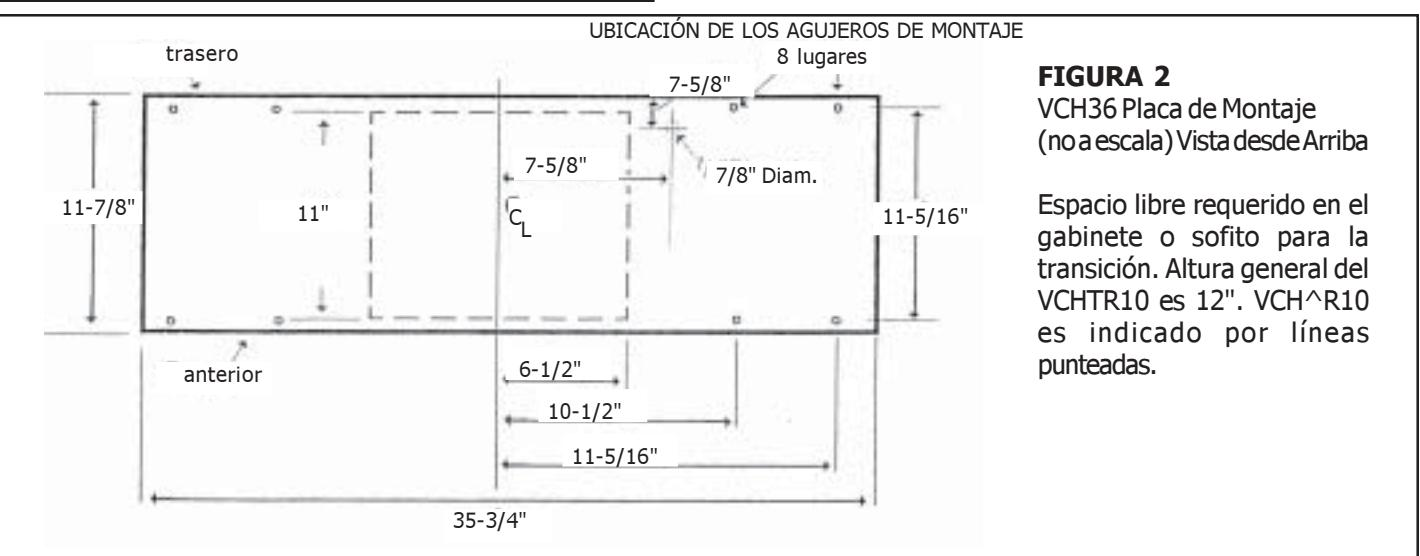

FIGURA 2
2. Prepare el gabinete o sofito taladrando agujeros para montar las cajas para filtro. La Figura 2 y la Figura 3 muestran la vista desde arriba del VCH36 y VCH54 respectivamente. Cada figura muestra la ubicación de los agujeros de montaje, el tamaño general de la placa de montaje de la caja para filtro y el espacio libre requerido para la transición. vea la Figura 4 para el espacio libre que se requiere para la instalación de la transición PLENUM en el VCH54.